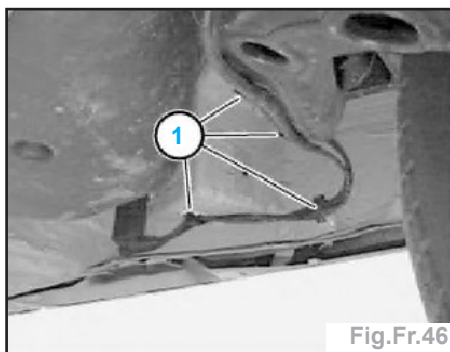

Fig.Fr.46
- Ouvrir l'attache de câbles (1) (fig.Fr.46).